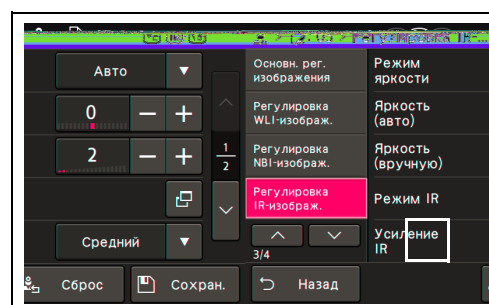

Рис. 4.6
- 6 Коснитесь кнопки «Сохранить». (См. рис. 4.6)